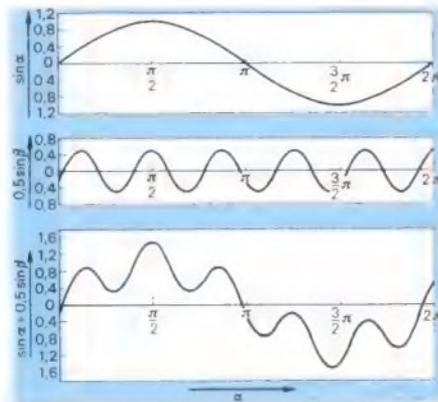

Bild 4. Durchsagekennung (DK) durch Ausstrahlen von $\beta = 125$ Hz mit 50 % der Amplitude der Bereichsfrequenz $\alpha = 23,75$ Hz
4. Für die Durchsagekennung wird die Frequenz 125 Hz mit halber Amplitude der Bereichsfrequenz ausgestrahlt; das ermöglicht 60 % Modulationsgrad (Bild 4).